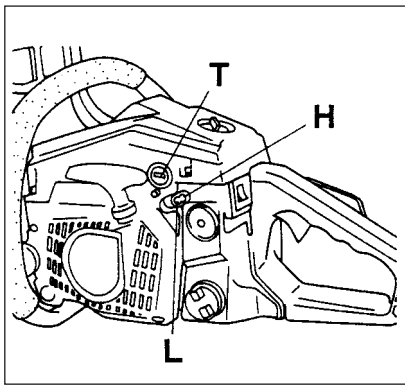

Fig. 3-1
### Réglage du carburateur (Fig. 3-1)
Lorsque l'unité est utilisée par temps très froid, il est recommandé de couvrir les fentes de la moitié inférieure du côté du starter à recul avec du papier adhésif (1) afin que les particules de neige ne pénètrent pas dans le boîtier du ventilateur. (Fig. 3-1 2B)